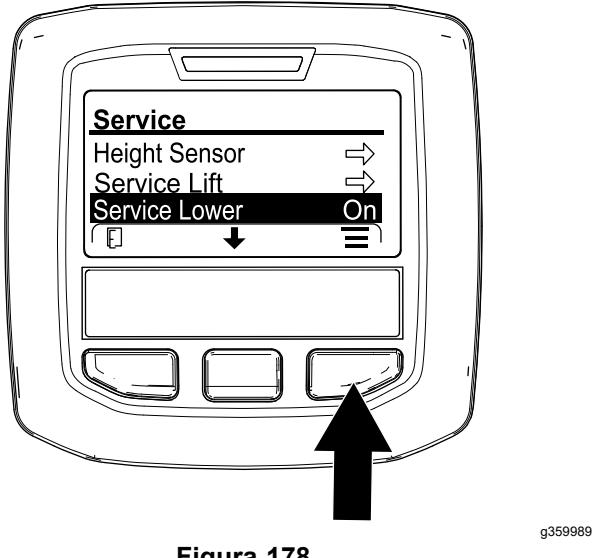

Figura 178
- Premete il tasto centrale dell'InfoCenter fino a quando non viene selezionata l'opzione ABBASSAMENTO MANUTENZIONE (Figura 178), quindi premete il tasto destro.